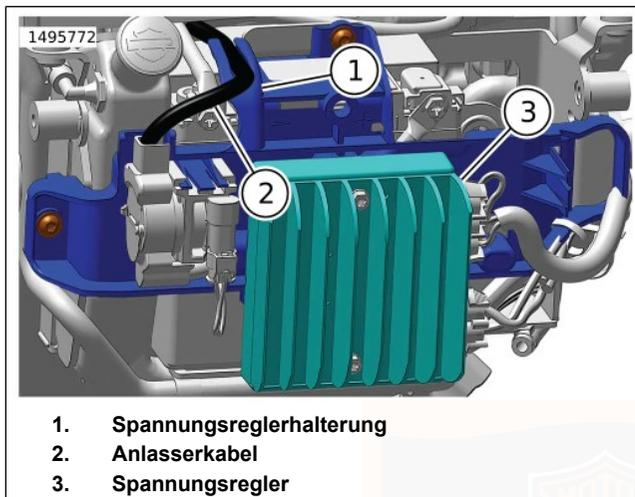

Abbildung 72. Negative Kabelhalterung
- a. Abbildung 72 Das Anlasserkabel (2) in der Halterung (1) verlegen.